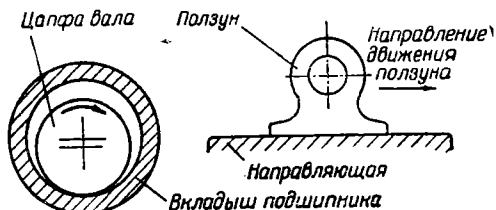

Рис. 1
1) сухое трение, когда между трущимися поверхностями совершенно отсутствует смазка и происходит непосредственное трение поверхностей твердых тел (рис. 1);